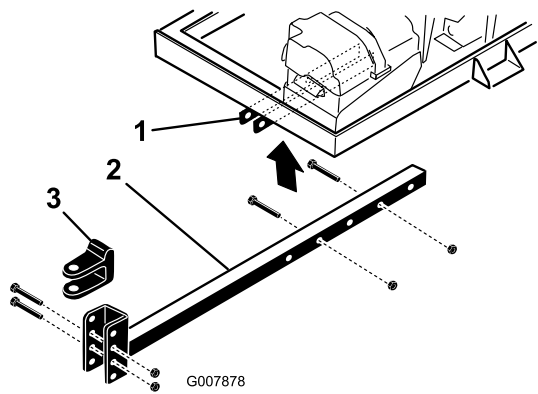

图4
2. 将挂钩管插入机架支架（图4）。用 2 个螺栓（3/8 x 3 in）和凸缘螺母（3/8 in）将挂钩管固定到机架上，并上紧扭矩至 40Nm。
- 卸下将挂钩 U 形销（图4）固定到挂钩管上的螺栓和锁紧螺母。
- 卸下将挂钩管固定到机架支架的螺栓和螺母（图4）。